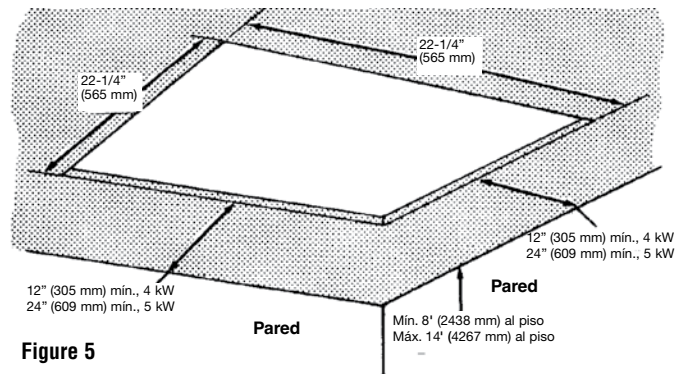

**Figura 4**
- Coloque el calefactor en el armazón de perfiles 'T' (Figura 4) y asegúrelo como sea necesario. Vea la Advertencia n.º 9.